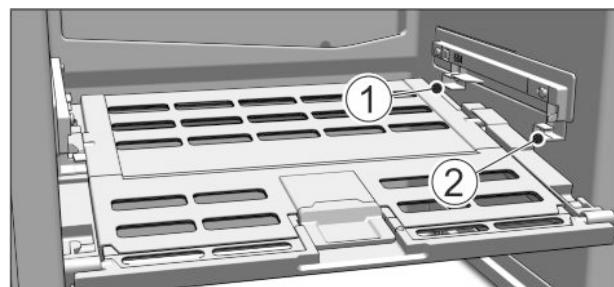

Fig. 50
- Установка крышки отделения с функцией для хранения овощей и фруктов Fruit & Vegetable-Safe: Вставить попечные ребра крышки через низ в задний держатель Fig. 50 (1) и защелкнуть спереди на держателе Fig. 50 (2).